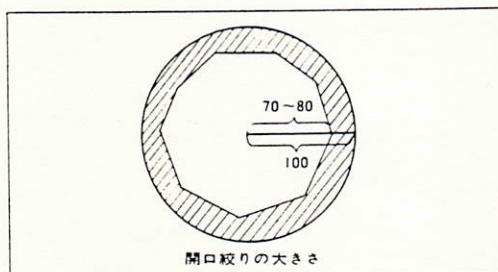

図19
- 5) 開口絞りレバーを操作して、開口絞りを対物レンズの開口数の70~80%となるよう絞り、コントラストを高めます。(図19) 又、視野絞りを絞ると更にコントラストが上がりります。